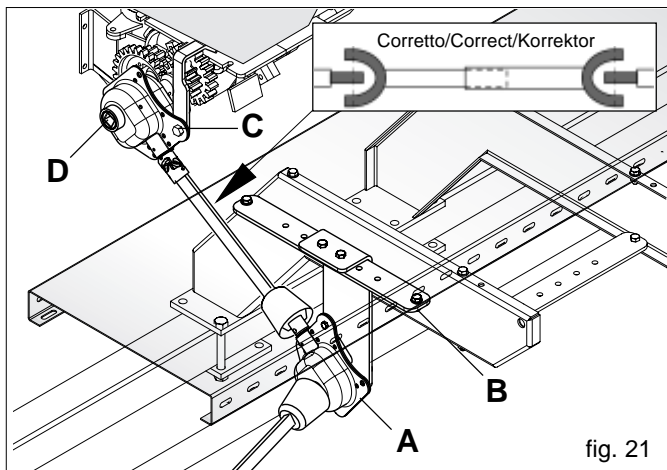

fig. 21
Au cours des opérations d'assemblage semoir/équipement, si le dispositif de levage hydraulique du châssis porte-socs est monté, vérifier que les organes de transmission du semoir (Fig. 21) n'entravent en aucun cas les opérations normales de travail et qu'ils n'interfèrent pas avec les autres pièces du groupe. Déplacer éventuellement la boîte de renvoi de la transmission (A Fig. 21) le long du support (B).
ATTENTION! Ne pas serrer à fond la vis (C Fig. 21) supportant la boîte (D Fig. 21): l'oscillation est prévue.
Durant la phase de montage des cardans, veuillez respecter les indications de la Figure 21.